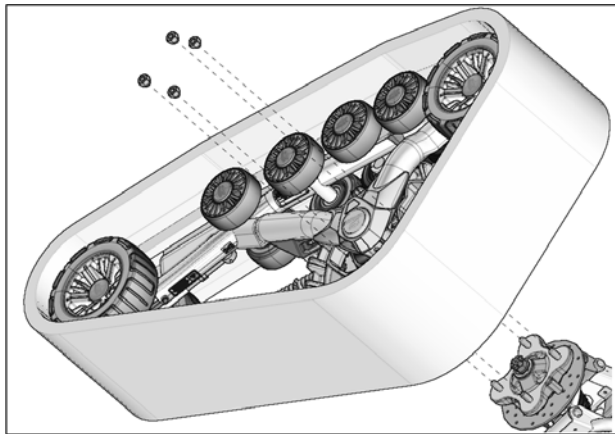

Fig. 10
7. Au moyen des écrous de roue d'origine du véhicule, boulonner chaque système de traction au moyen de roue avant. La marche à suivre et les précautions sont les mêmes qu'à l'arrière. Voir la Fig. 10
9. Fixer le système de traction au moyeu de roue arrière. Utiliser les écrous de roue d'origine du véhicule. Voir la Fig. 10